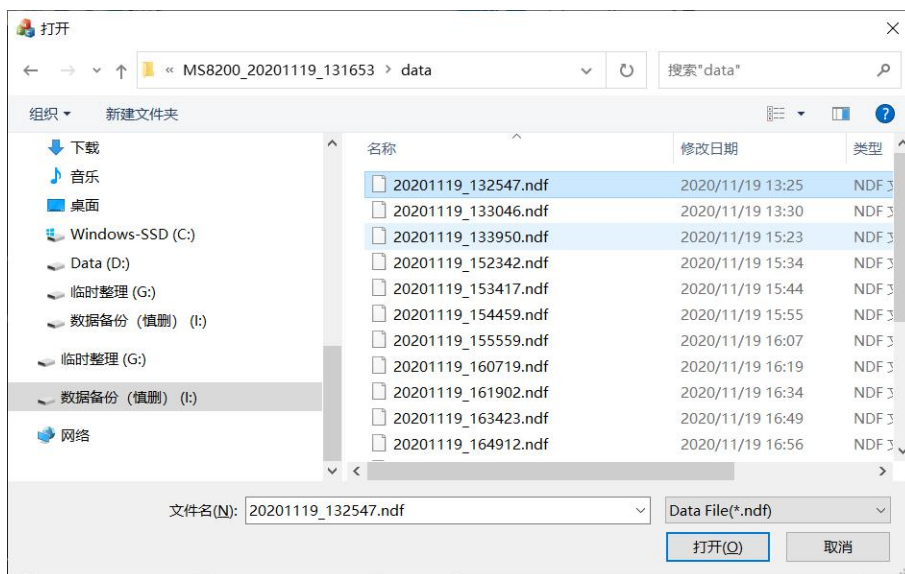

图 11.26 选择回放文件
- (1) 点击『连接网络』按钮右侧出现 **已连接** 时，表示网络连接成功，可以进行下一步操作；点击复位，右侧显示 **断开**，则无法进行数据回放；
- (2) 点击右侧 **...** 按钮，选择需要回放的数据文件，文件后缀为.ndf，如图 11.26 所示：